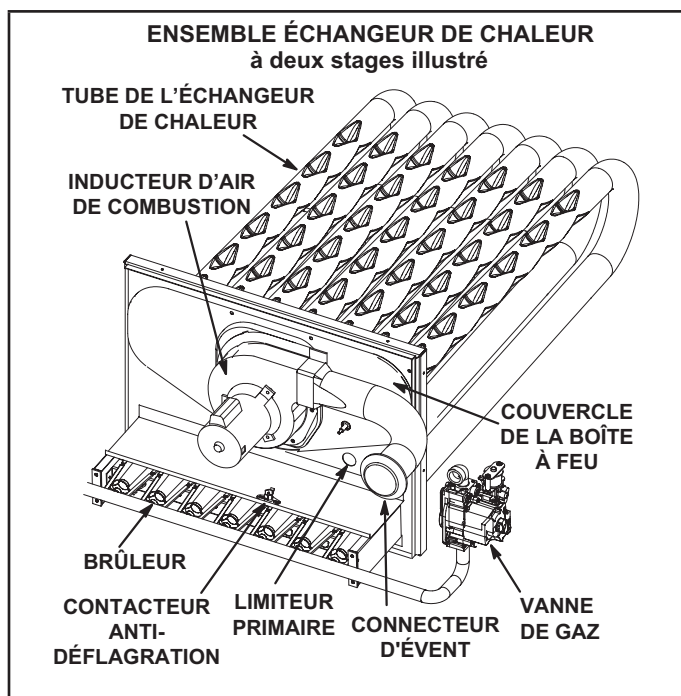

FIGURE 36
- 4 - Retirer et conserver les vis fixant l'inducteur d'air de combustion sur la boîte à feu. Retirer le connecteur d'évent. Voir FIGURE 36.